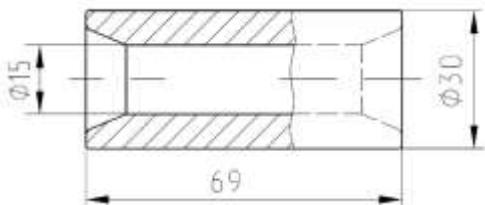

Рис. 15. Поршневой палец
**Поршневой палец** (рис. 15) – трубчатого сечения, плавающего типа, при работе двигателя свободно вращается в бобышках поршня и втулке шатуна. Осевое перемещение пальца ограничивается стопорными кольцами. Палец изготовлен из стали SCM42OH и для увеличения твердости и износостойкости наружная поверхность пальца подвергнута цементации. Поршневые пальцы по наружному диаметру на размерные группы не делятся. Масса пальца  $272 \pm 1,5$  г.